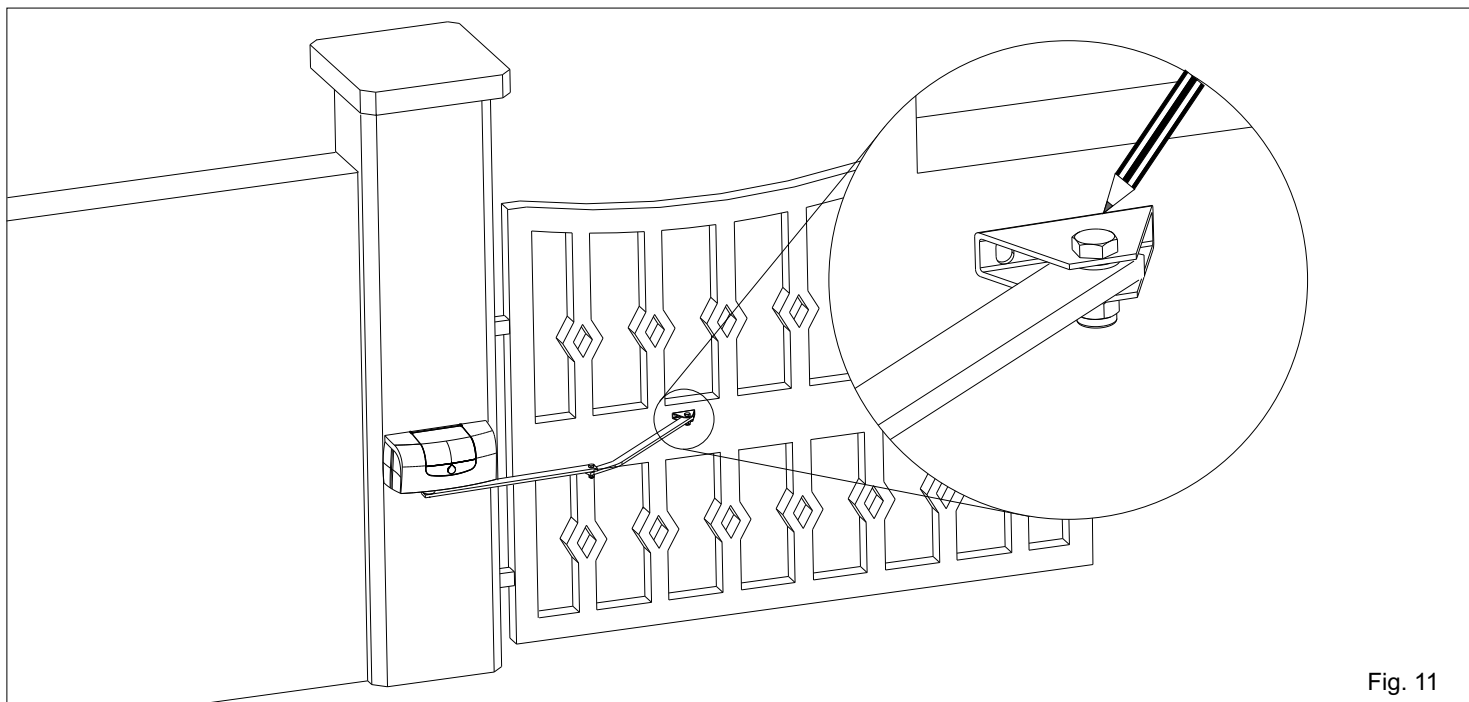
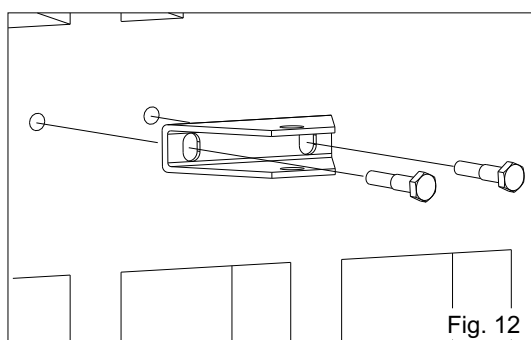

Fig. 11
Fig. 12
- Étendre le bras articulé comme dans Fig. 11 appuyer la jonction antérieure réglable sur le portail et tracer deux signes au centre des deux boutonnières (Fig. 12) en respectant la mesure indiquée dans Fig. 5.
- Percer la porte et fixer la fixation antérieure avec les vis pas en dotation (Fig 12).